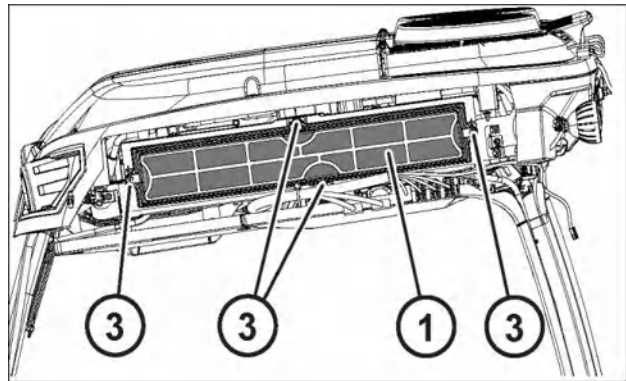

Рис. 7-69
3. Отверните фиксаторы фильтра (3 — рис. 7-69).
4. Извлеките фильтр из корпуса (1 — рис. 7-69).